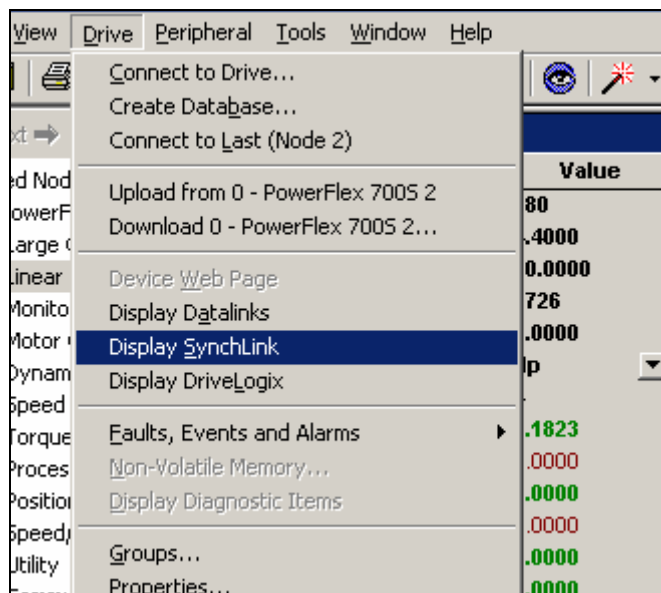

图 6-21 选择 SynchLink
6) 在 DriveExecutive 的主菜单中，选择 Drive 栏下的 Display SynchLink 选项，如图 6-21 所示。